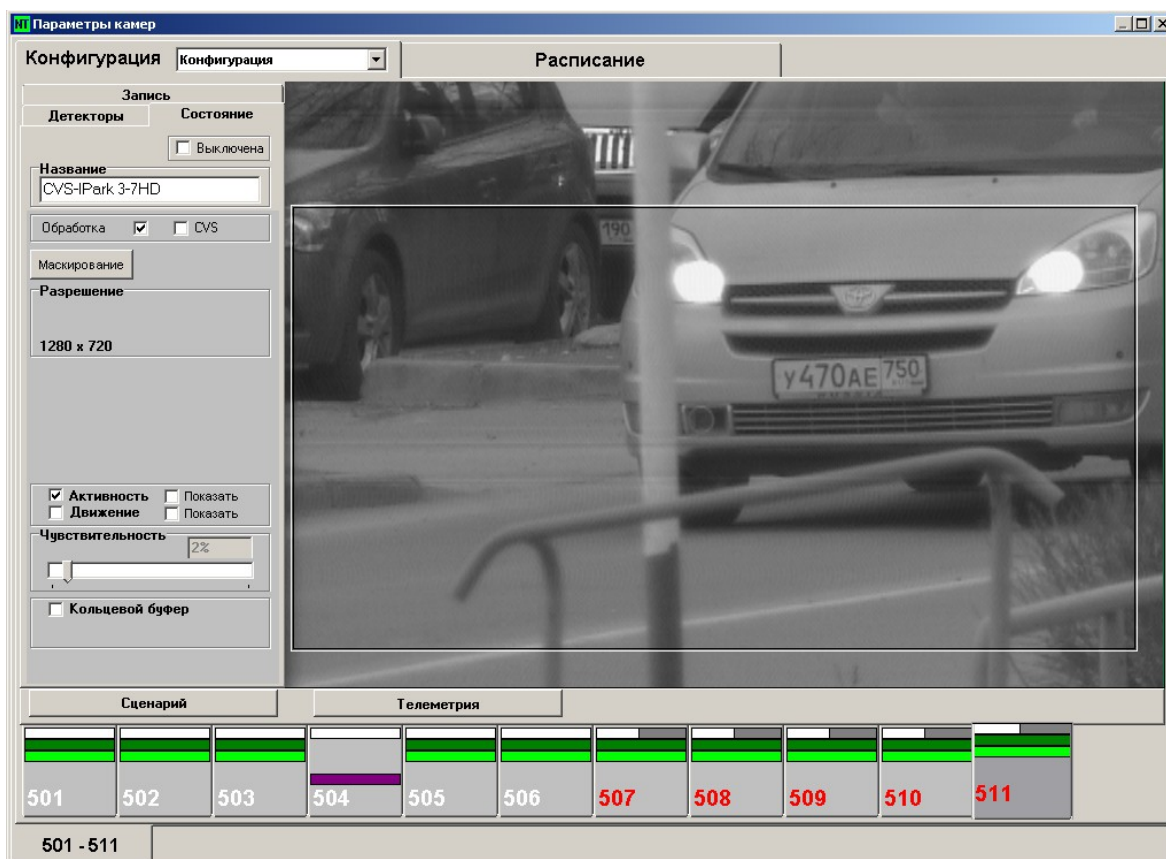
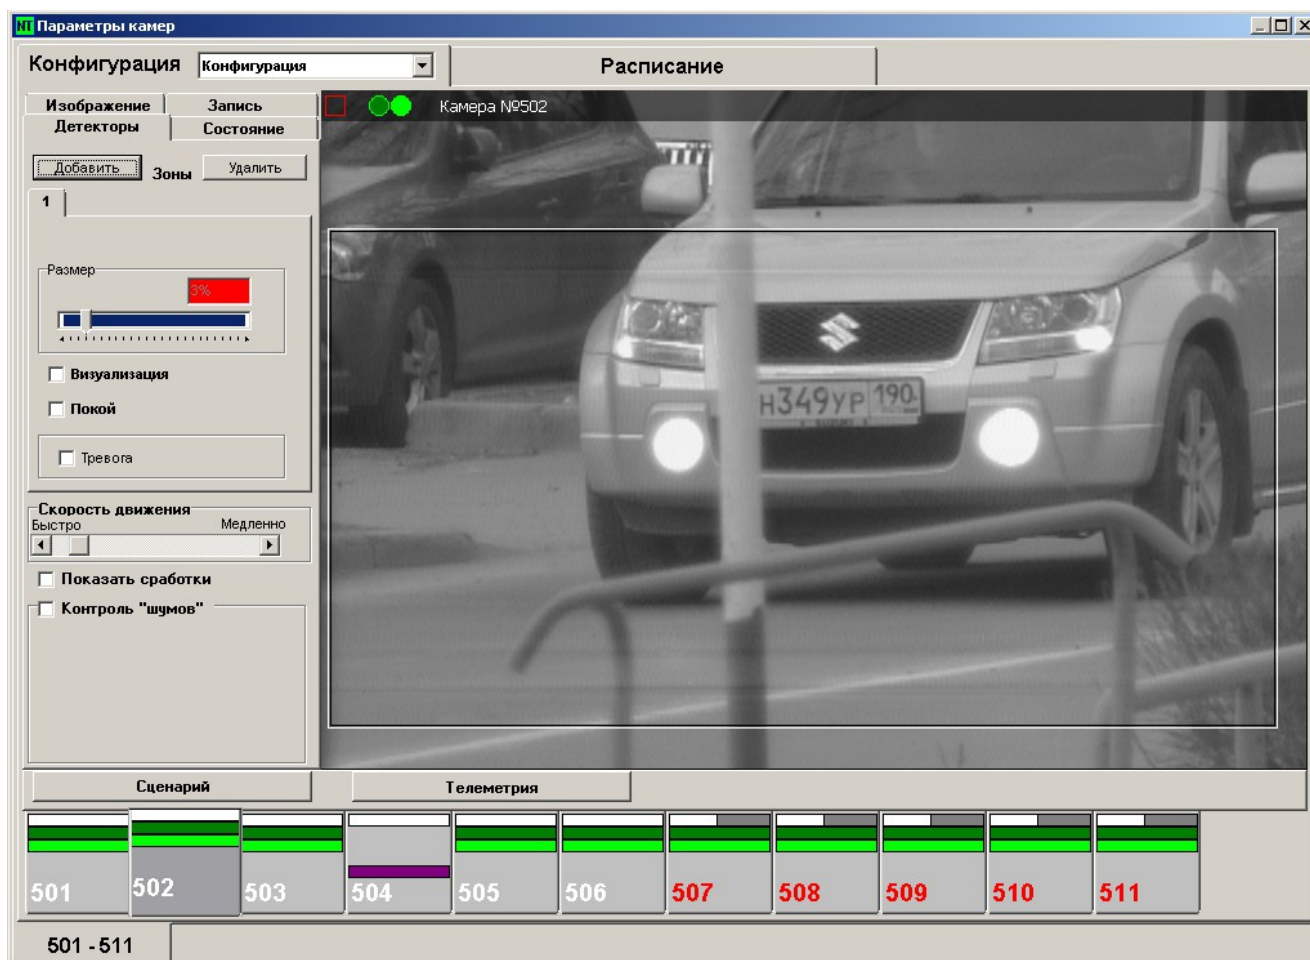

Рисунок 11: Установка параметров с учётом работы малого потока.
Рисунок 12: Настройка детектора движения.
В программе CVSCenter в закладке Настройки / Камеры / Состояние (Рис. 11) необходимо включить опции «Обработка» и «Активность» («Движение»).
3.2. При выборе опции «**Движение**» (Рис. 11) в закладке «**Детекторы**» необходимо установить зону (-ы) детектора движения и линейный размер объекта (Рис. 12).